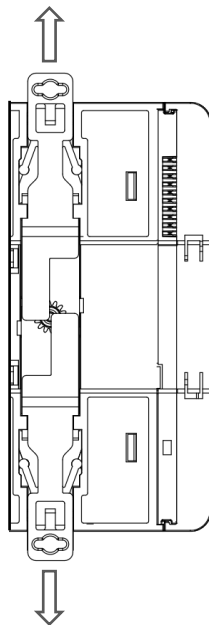

图 3-8 导轨卡扣向外侧拉出
- (1) 将 DIN35 导轨固定在控制柜内的安装面上；
- (2) 先将所有待安装模块底部两侧的导轨卡扣向外侧拉出，如图 3-8；